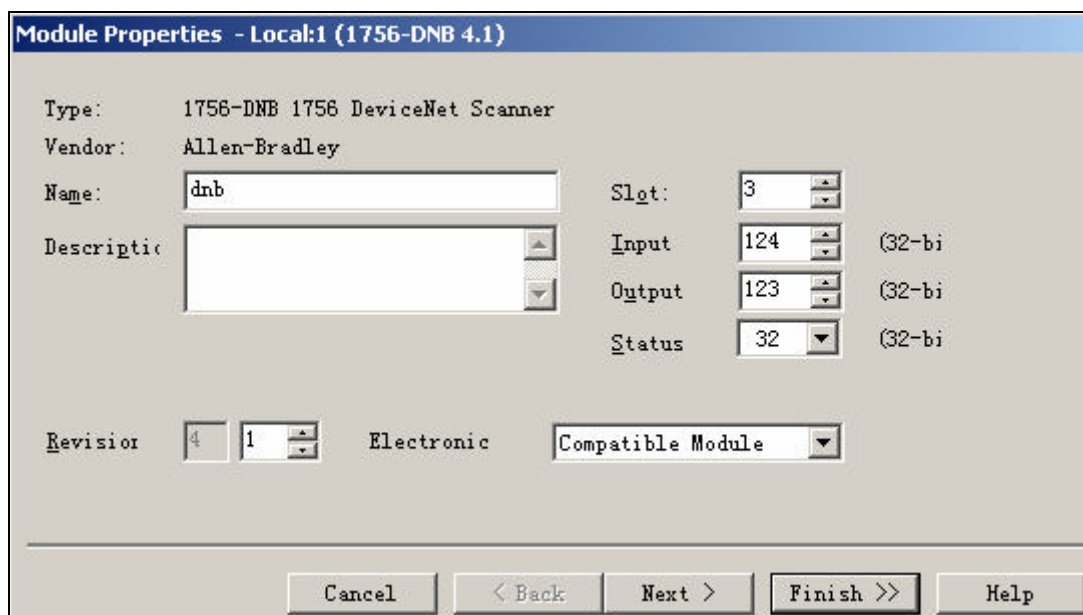

图 3-47 DNB 模块设置
32. 1756-DNB 模块位于 3 号槽，按照图 3-47 中所示内容填写，单击完成。